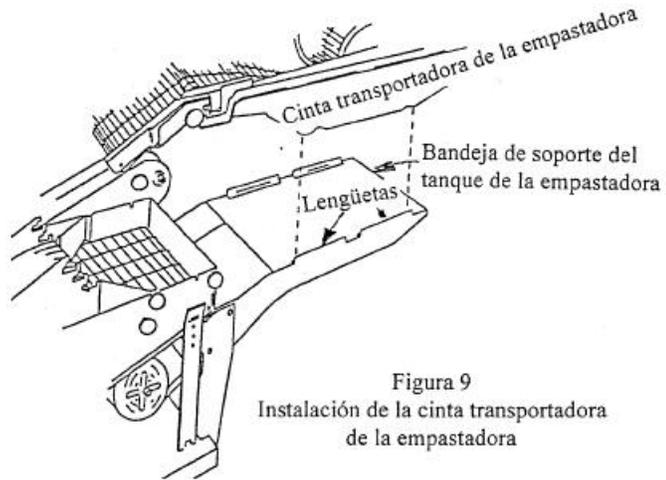

Figura 9
6.2.7 Cinta Transportadora de la Empastadora (Estudie la Figura 9)